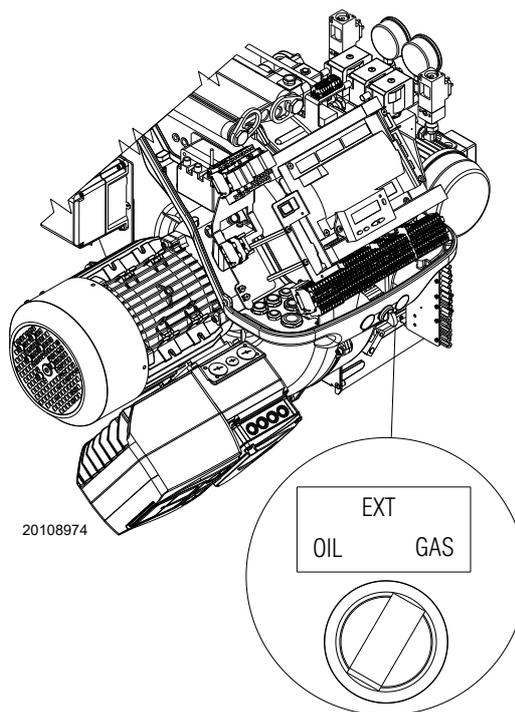

Fig. 44
- Mettre l'interrupteur sur « **OIL** » (Fig. 44) pour le fonctionnement au fioul et sur « **GAS** » pour le fonctionnement au gaz.
- 1 Avec le sélecteur « **OIL-EXT-GAS** » (Fig. 44).